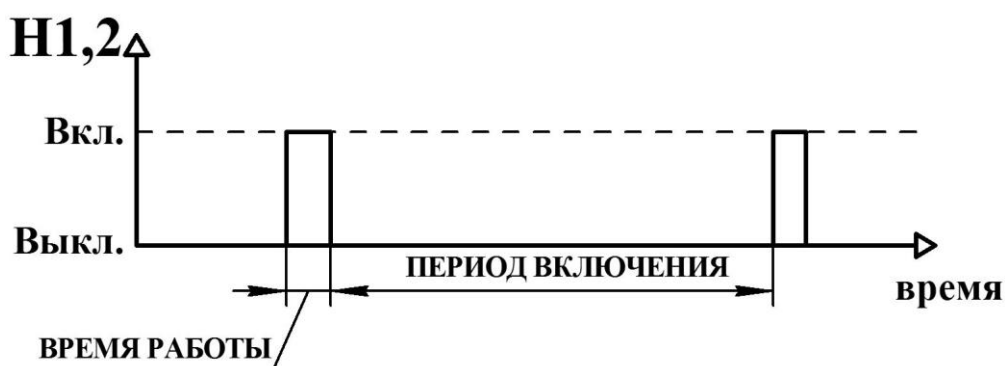

Рисунок 7 - Диаграмма работы БУН в режиме "МЕЖСЕЗОН"
2.2.5 Режим "МЕЖСЕЗОН" – кратковременная работа насоса с задаваемой периодичностью и длительностью с целью исключения заклинивания при простое в межотопительный период (Рисунок 7).